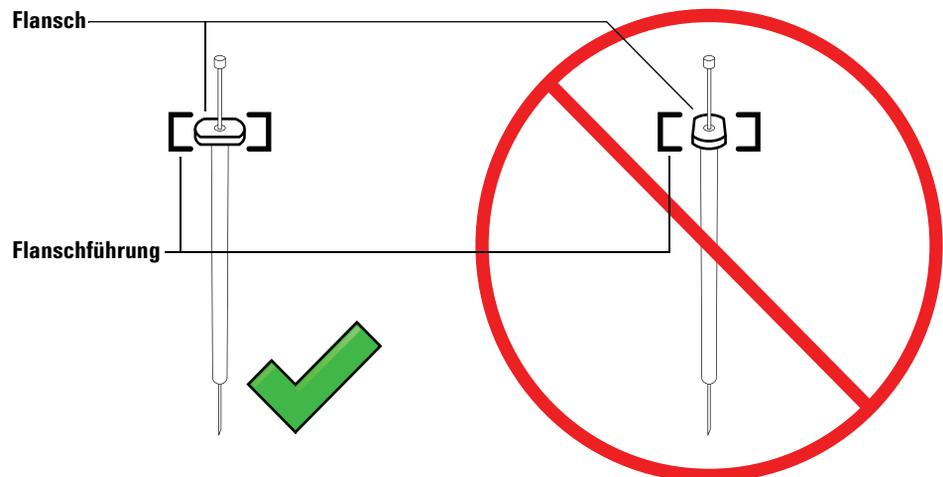

Abb. 74 Ausrichtung des Spritzenflansches
- 7 Richten Sie den Spritzenflansch an der Flanschführung aus und drücken Sie die Spritze in Position. Das Nadelende muss sich dabei in der Führungsöffnung des Nadelführungsfußes befinden. Achten Sie darauf, dass die flache Kante des Spritzenflansches nach außen zeigt (Abb. 74).